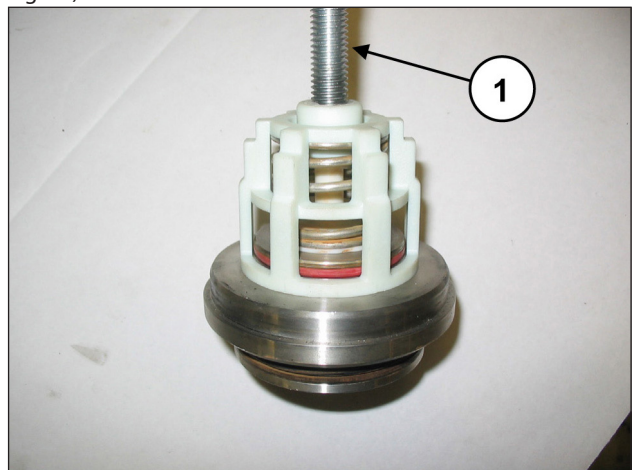

Fig. 87
Démonter les groupes de la soupape d'aspiration et de refoulement en vissant une vis M10 de sorte à appuyer sur le guide interne pour l'extraire du siège de la soupape (rep. ①, Fig. 87).